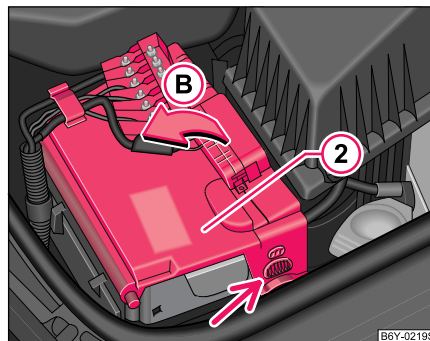

Fig. 132 Batterie: Rabattre le couvercle ▶
- Retirez les ergots de blocage sur les côtés du cache ② de la batterie et rabattez le cache de la batterie en direction de la flèche (B) ⇒ page 186, fig. 132.